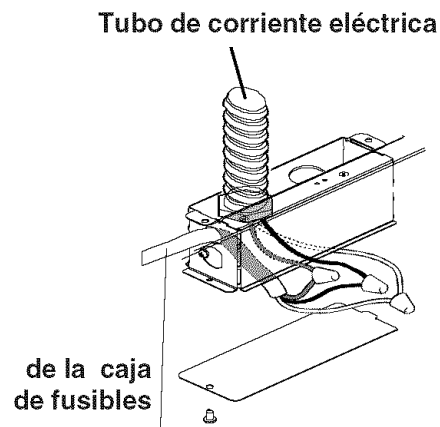

Figura 7
- Quitar la tapa de la caja de conexiones como mostrado en la Figura 7.